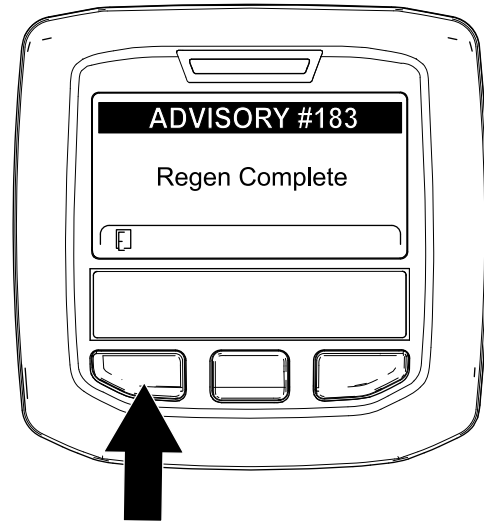

Bild 67
9. Wenn der Motorcomputer eine geparkte Regenerierung oder eine Wiederherstellung-Regenerierung abschließt, wird im InfoCenter ADVISORY #183 (Bild 67) angezeigt. Drücken Sie die linke Taste, um den Homebildschirm anzuzeigen.